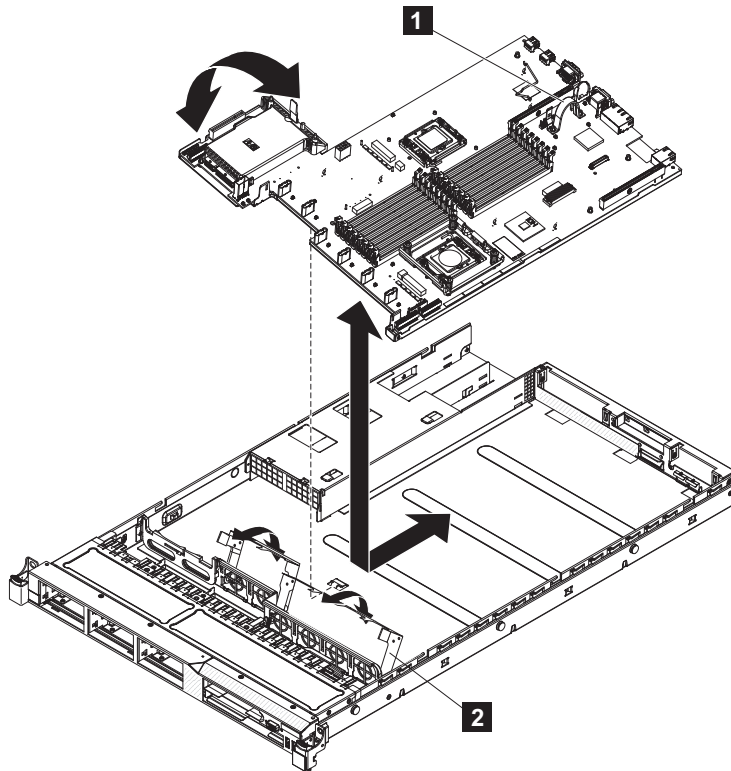

図 319. SAN ボリューム・コントローラー 2145-CG8 または 2145-CF8 システム・ボードの取り外しと交換
18. システム・ボード・ハンドル (図 319 の **1**) をつかみ、システム・ボードをスライドさせてノードの後部から離します。システム・ボードの電源機構ユニットに近い方の側面を少し持ち上げて、ロケータ・ピンから外します。次に、図 319 に示すように、システム・ボードをノードの左方に少しスライドさせます。